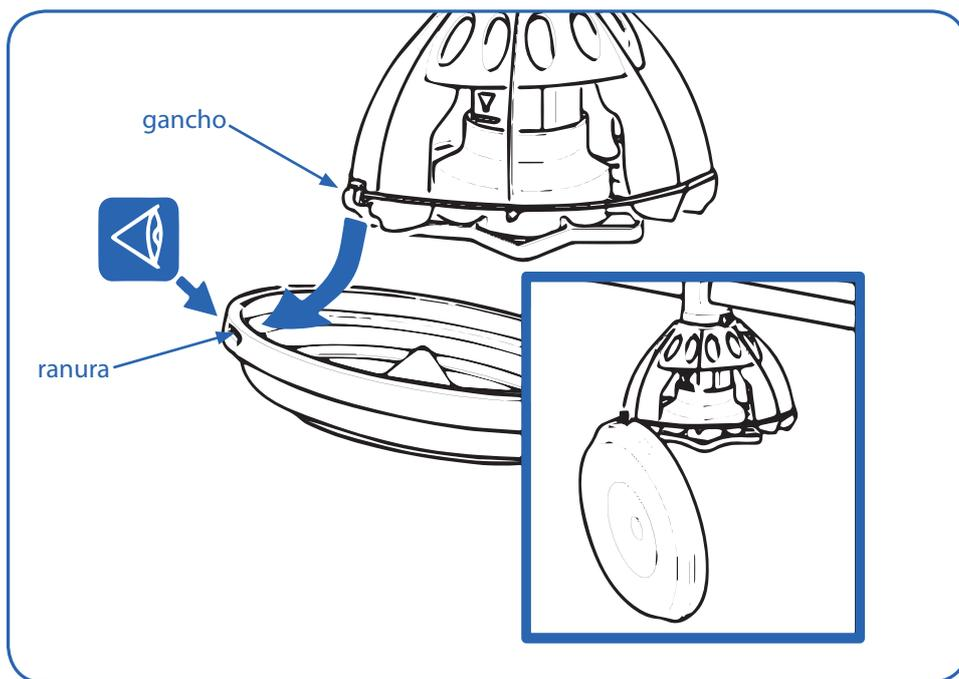

Fig. 05.16. Enganche del plato al comedero.
- Insertar el gancho de la rejilla **04** por la ranura lateral del plato **06**. Este gancho permite que el plato puede quedar colgado del comedero para las labores de limpieza (Fig. 05.16.).